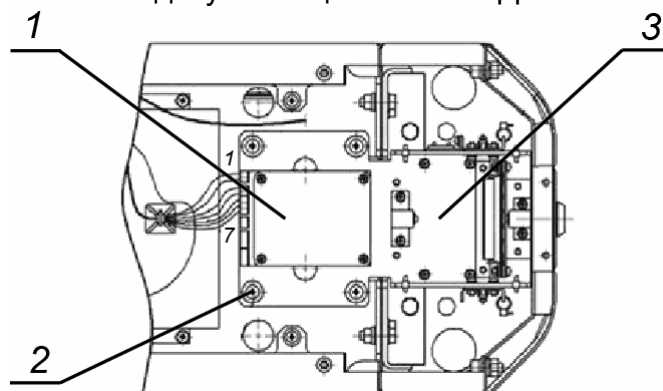

Рисунок 14. Механизм картоприемника
Для переустановки механизма картоприемника (3, рис. 14) на сторону считывателя №2 необходимо выполнить следующие действия (номера позиций даны в соответствии с рис. 2, если не указано отдельно):
- 8 Демонтируйте механизм картоприемника (3, рис. 14), – крепится четырьмя винтами М5×20, (2, рис. 14) и установите его на противоположную сторону ЭП, закрепив на аналогичное место этими же винтами.